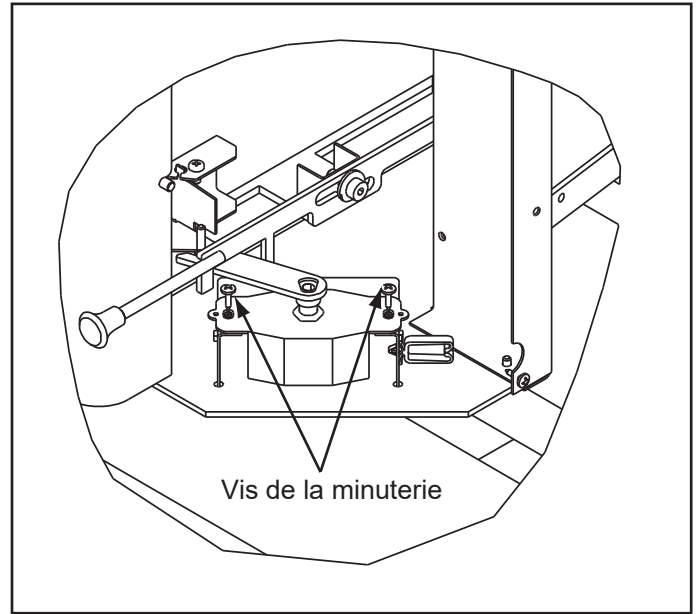

Figure 18.1
2. Retirez les 2 vis qui retiennent en place la minuterie et enlevez-la. **Figure 18.1.**